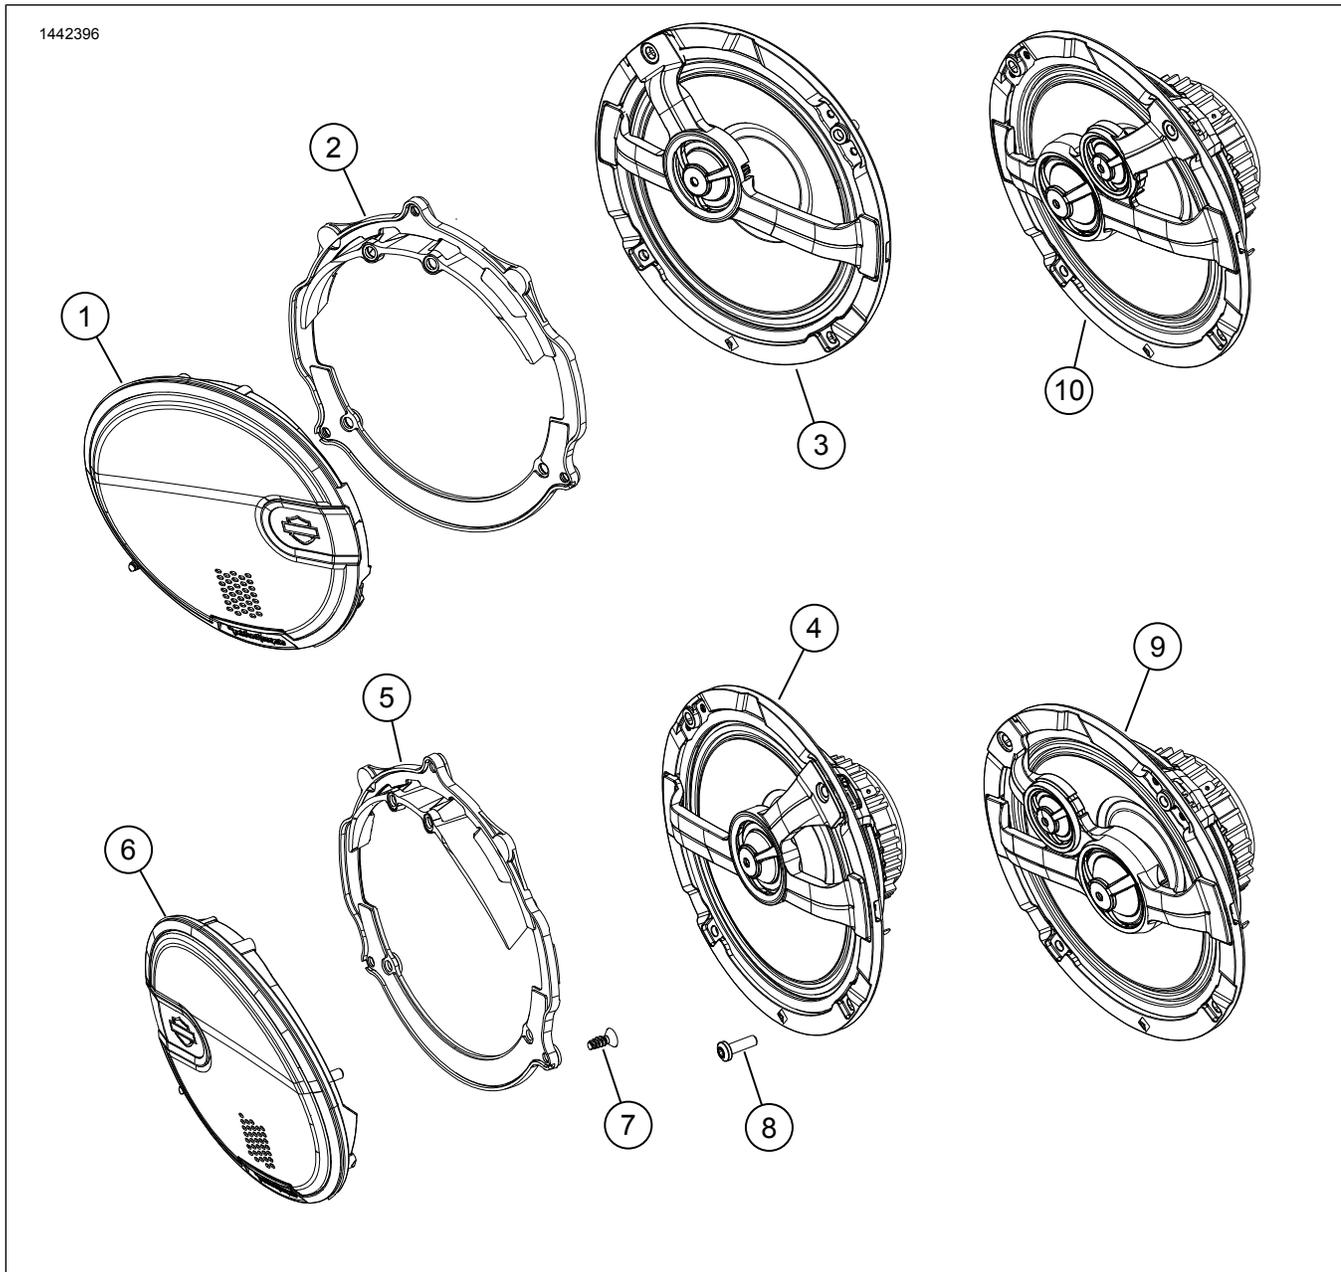

Figura 4. Peças de reposição, Kit de altifalantes da carenagem dianteira BOOM! AUDIO 6,5”
Ver Figura 4. As **novas** grelhas dos altifalantes são específicas para cada lado. Os logótipos Barra e Escudo são orientados para o interior.
1. Ver a Figura 4. Instale o conjunto da grelha do altifalante correto (1 ou 6).
2. Ver a Figura 4. Instale o altifalante (3, 4 ou 9, 10) no invólucro.